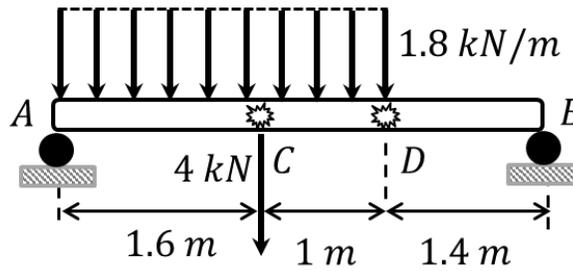

Fig. 8.22.
8.8.- Una viga de peso despreciable se carga mediante una fuerza distribuida rectangular o constante como se muestra en la Fig. 8.22. Calcular las fuerzas internas en el punto D y C de la viga.